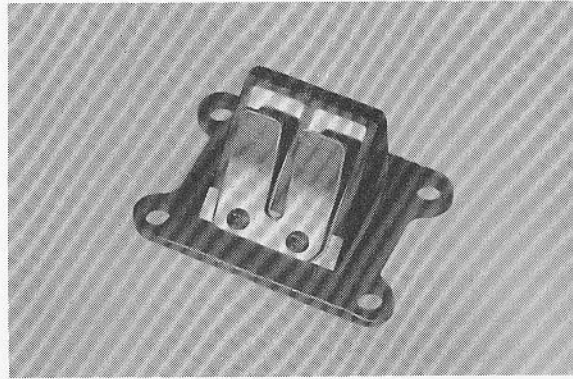

Fig. 4-3-7
5. During reassembly of the reed valve assembly and manifold, install new gaskets and torque the securing bolts gradually and in pattern. Tighten thoroughly. (Fig. 4-3-7)
5. Durant le remontage de l'assemblage de soupape à lame et le collecteur, installer des joints neufs et serrer les vis de fixation progressivement et en alternant. Serrer à fond. (Fig. 4-3-7)